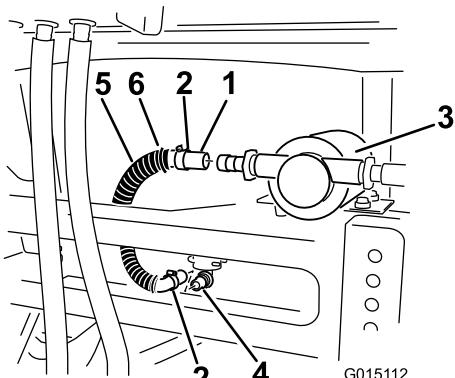

Figure 24
3. Branchez une extrémité du flexible au raccord à 90° au fond du réservoir de rinçage (Figure 24).
10. Posez le couvercle sur la pompe et insérez les languettes dans les fentes du longeron du cadre (Figure 24).